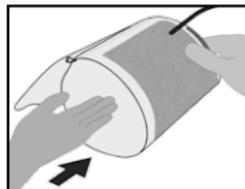
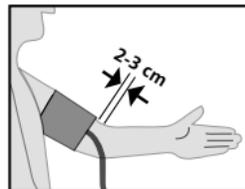

Bild 1
Bild 2
- Schieben Sie die Manschette über den Oberarm (Bild 1), bis die Unterkante der Manschette 2-3 cm oberhalb der Armbeuge liegt (Bild 2).